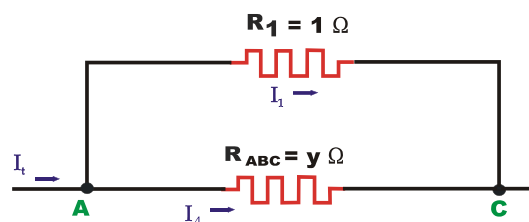

Figura 37 Segundo circuito transformado
- 2°. Seguidamente se toma otro conjunto y se continúa transformando el circuito complejo en otro más simple. En el presente caso se tiene entre el punto **A** y **C** de la rama inferior con el punto intermedio **B**, se tiene dos resistencias en serie **R_{AB}** y **R₄**. Si estas dos, se sustituye por el valor de una sola equivalente; se llega al circuito de la figura 37